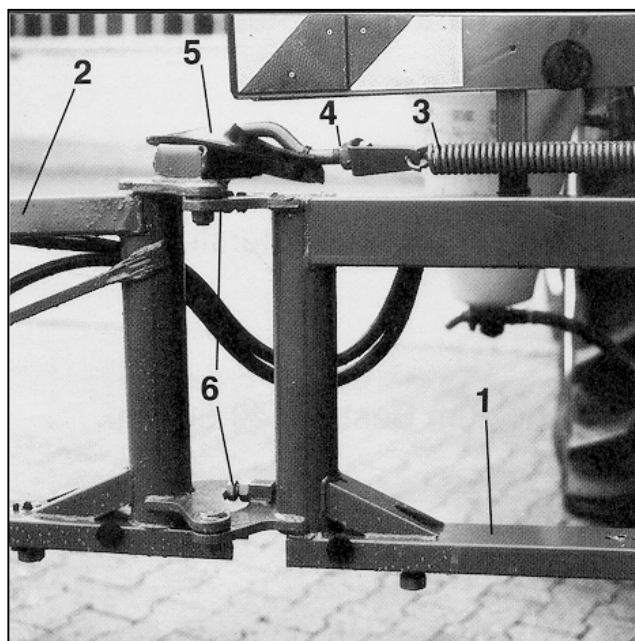

Fig. 8.11
- Kontramøtrikken på indstillingsbolten (fig. 8.11/6) løsnes.